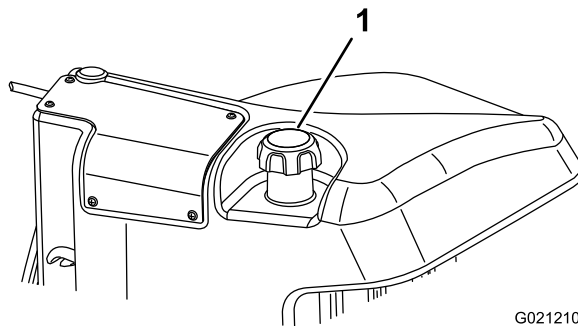

Figure 30
3. Retirez le bouchon du réservoir de carburant (Figure 30).